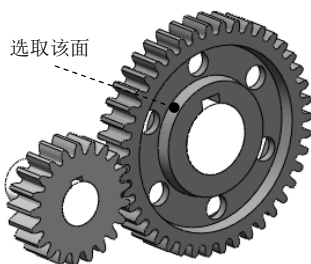

图 11.3.6 选取旋转方向
(1) 单击下方的  选项卡，将运动算例界面展开。
(2) 在运动算例工具栏  下拉列表中选择  选项，单击  按钮，在“马达”对话框的  区域中激活  后的文本框，然后在图像区选取如图 11.3.6 所示的面，在  区域的类型下拉列表中选择  选项，调整转速值为 20，其他参数采用系统默认设置值，在“马达”对话框中单击  按钮，完成马达的添加。